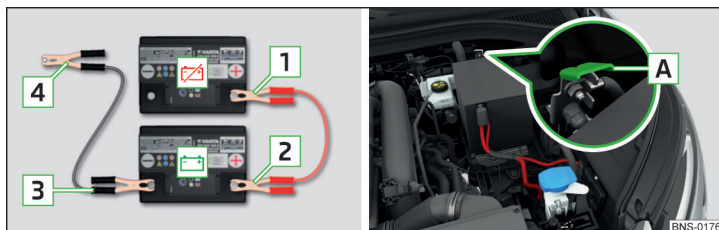

Fig. 346 Démarrage assisté : - batterie déchargée, - batterie d'alimentation / masse du moteur sur le système START STOP
- Pour les véhicules **avec** le système STOP & START, fixez la borne **4** sur le point de masse du moteur **A** » fig. 346.
- Raccorder la borne de polarité négative du câble d'aide au démarrage au point de masse du moteur **A** » fig. 346 ou à une partie en métal connectée au bloc moteur ou directement au bloc moteur.